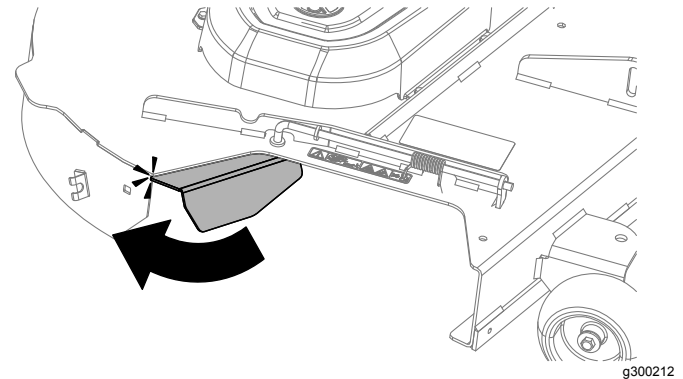

Figura 16
3. Rode o abafador de corte de recolha para contactar a extremidade traseira da plataforma (Figura 16).